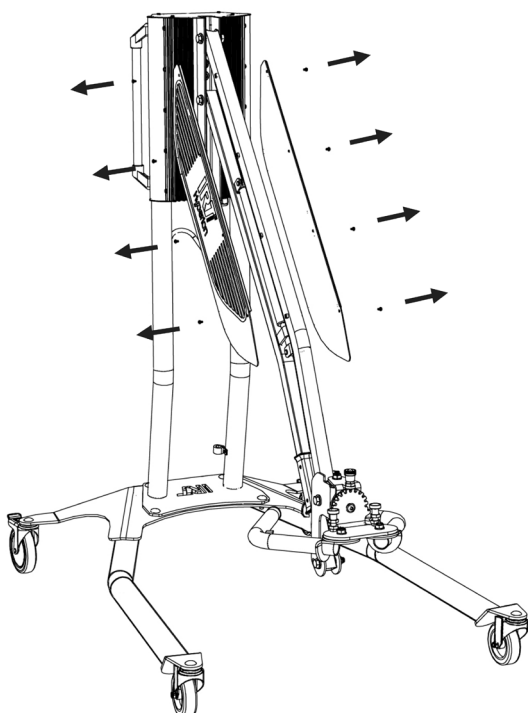

Abb. 1
1. Entfernen Sie die vier Schrauben, mit denen die Platte an beiden Seiten des Arms gehalten wird. (Abb. 1)